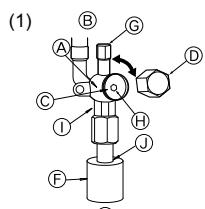

Fig. 4-6
(1) Kapama vanasının sıvı tarafı (Fig. 4-6)
- ⑬ Başlığı çıkarın ve 4 mm'lik bir altigen somun anahtarıyla vana çubuğu gidileceği yere kadar saat yönünün tersine döndürün. Tampona dayanınca döndürmeye son verin.